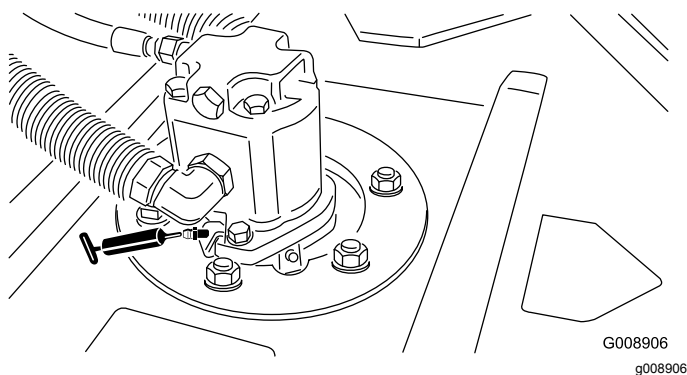

Figura 55
- Bielas do eixo da unidade de corte (2 por unidade de corte) (Figura 55)